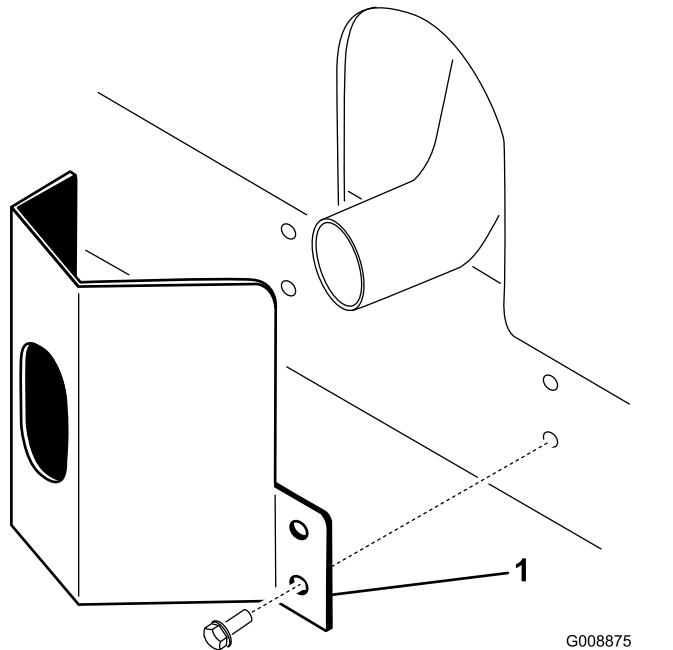

図 11
- フレームについている取り付け穴に合わせてマフラー部にガードを取り付ける図 11。
- タップねじ本で固定する図 11。